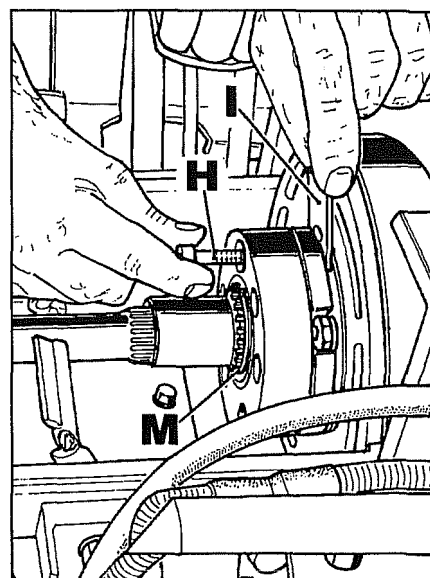
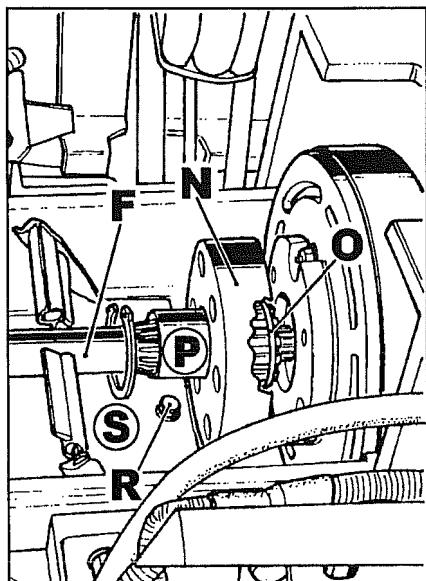
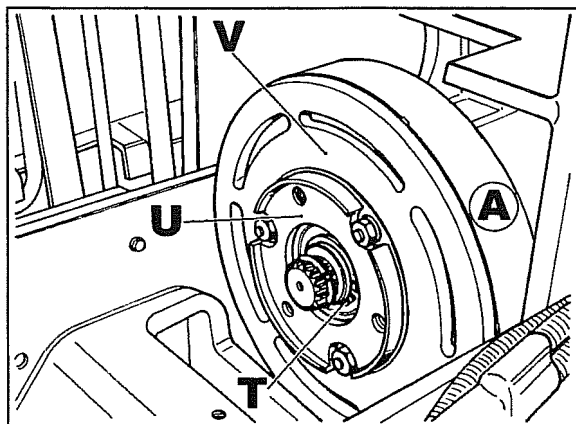
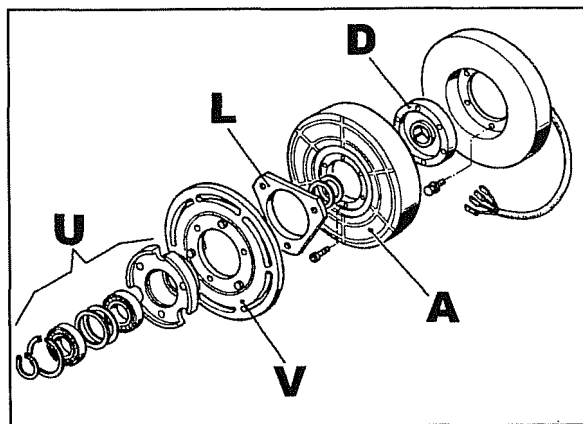

Fig. 9
Fig. 10
Fig. 11
Fig. 14
- 6.2 En el caso que el desgaste haya llevado la distancia de los discos por lo menos a **1,6 mm**, introducir espesores aflojando los tres tornillos H fig. 9 luego, quitando un tornillo por vez, intercalar los distanciadores I como se ve en la fig. misma. Los distanciadores I tienen un espesor de 1 mm.
- Nota** – Si se presentan roces o si no resulta posible introducir los espesores, es necesario desmontar el embrague y bajar la brida L fig. 14.
7. Quitar el tornillo R fig. 10 luego extraer desde abajo la chapa S y la chapa subyacente. Si no salen estas chapas, es necesario ayudarse alzando la máquina con el eje delantero libre, la oscilación permitirá el pasaje de las chapas.
8. Quitar los tornillos H fig. 9 luego quitar el anillo seeger M. Hacer deslizar hacia el motor la junta elástica N fig. 10 luego quitar el anillo O. Hacer deslizar hacia el motor el manguito ensamblado P fig. 10 aferrando la junta, que podremos extraer por arriba.
9 Quitar el anillo seeger T fig. 11 luego extraer el cubo porta-cojinetes U con el disco V y la brida L fig. 14.
11 Extraer el disco A fig. 11.
La fig. 14 ilustra los componentes del embrague electromagnético.
Cuando en la intervención precedente se cambian los discos V y A fig. 14 o la brida D luego de una eventual rotura de la chaveta, es necesario lograr el idóneo espesor entre los discos del siguiente modo:
- Volver a ensamblar el cubo porta-cojinetes U fig. 14 con el disco V y la brida L. Eliminar eventuales distanciadores usados precedentemente (I fig. 9).
16 Desconectar del eje motor y desplazar hacia un lado el eje F fig. 10.